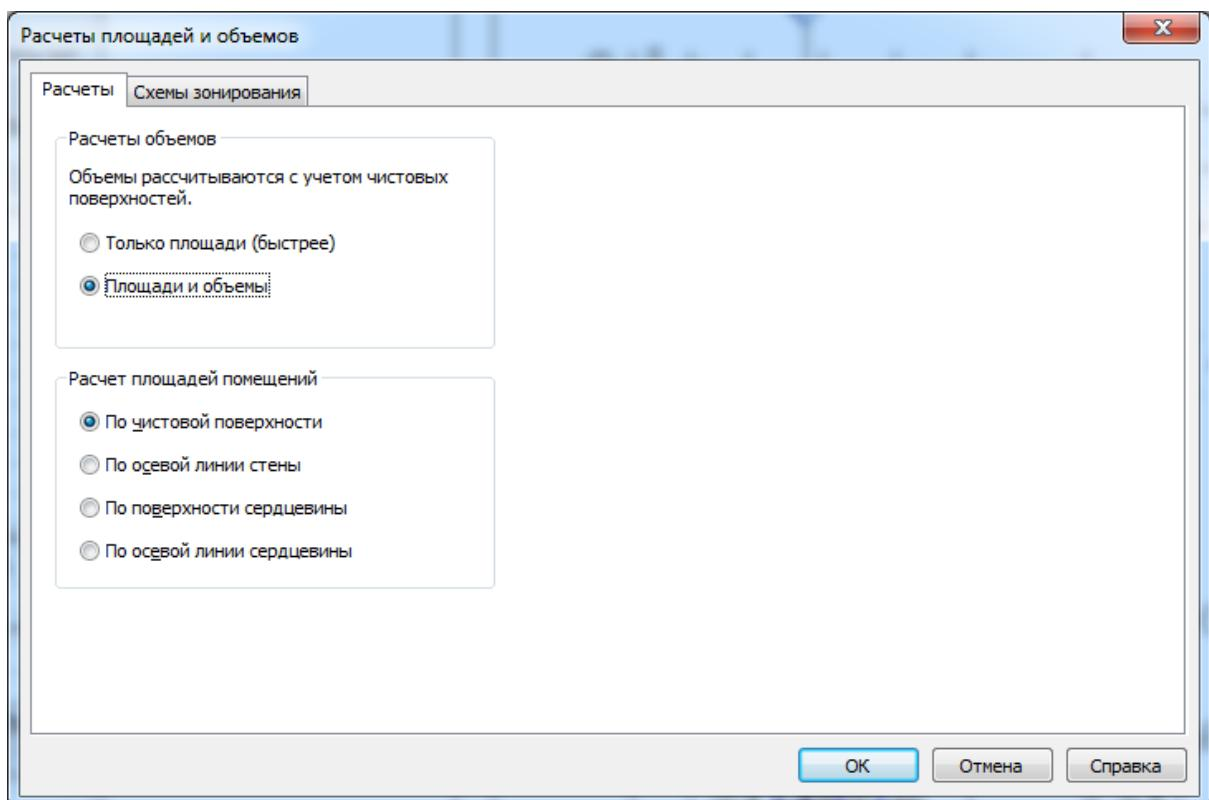

Рисунок 3.38. Меню настройки расчетов площадей и объемов
- На вкладке "Расчеты" диалогового окна "Расчеты площадей и объемов" убедитесь, что переключатель "Расчеты объемов" находится в положении "Площади и объемы" (рисунок 3.38).